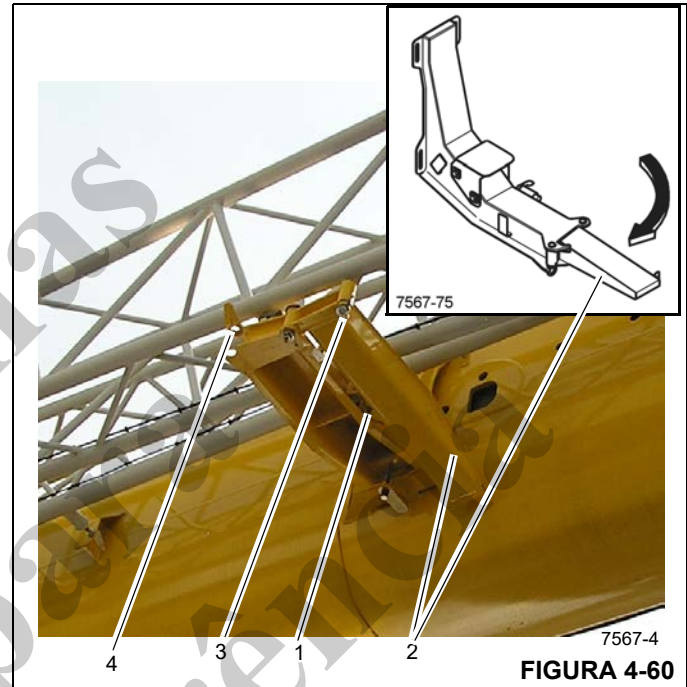
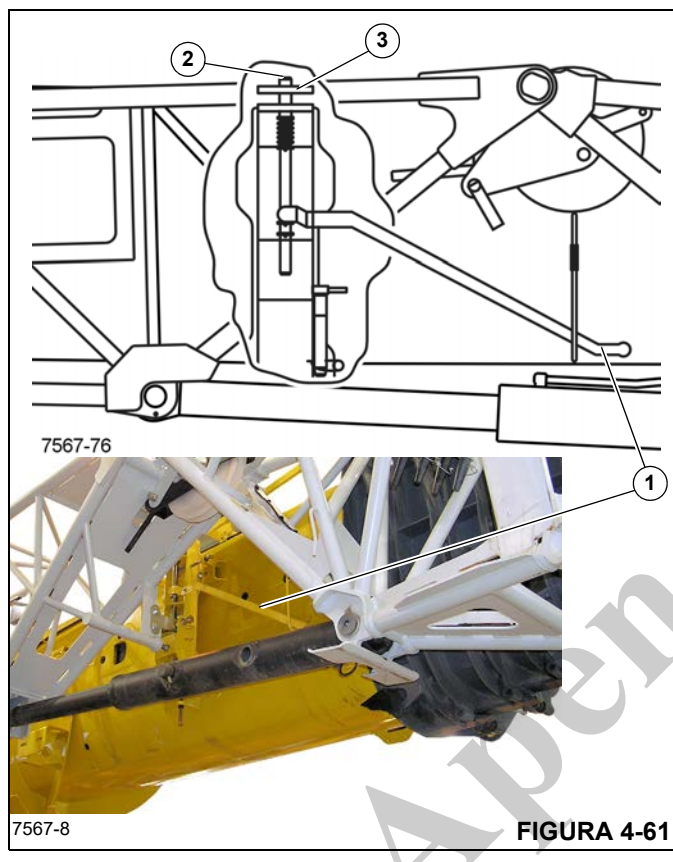

FIGURA 4-60
FIGURA 4-61
2. Solte o pino de retenção (1) e desdobre a rampa de subida (2) até que o pino de travamento (3) prenda no olhal (4) (Figura 4-60).
3. Usando a haste do jib, puxe a alavanca da trava dianteira (1) (Figura 4-61) para baixo para colocar o pino da trava na posição para travar a extensão contra a lança principal.
5. Desconecte o cabo de apoio da extremidade da lança e puxe a dianteira da extensão de modo que ela se mova para cima na rampa de subida (2) (Figura 4-60) e o olhal de travamento (3) (Figura 4-61) esteja totalmente engatado pelo pino da trava dianteira (2).
Se o pino da trava dianteiro (2) (Figura 4-61) não acionar a extensão de 36 pés (11 m), **PARE**. NÃO continue armazenando as extensões da lança até que o pino da trava dianteira tenha engatado adequadamente a extensão e o pino de travamento horizontal (1) (Figura 4-63) tenha sido instalado corretamente.